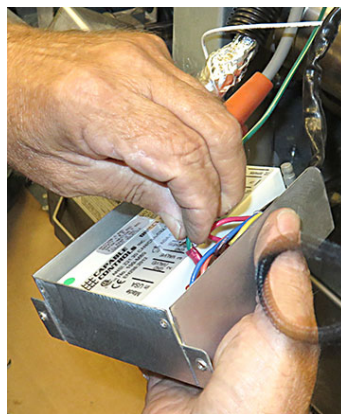

図 17
20. 高電圧スパークワイヤ、白炎検知ワイヤ、および接地ワイヤを既存のモジュールから取り外します (図 17 を参照)。